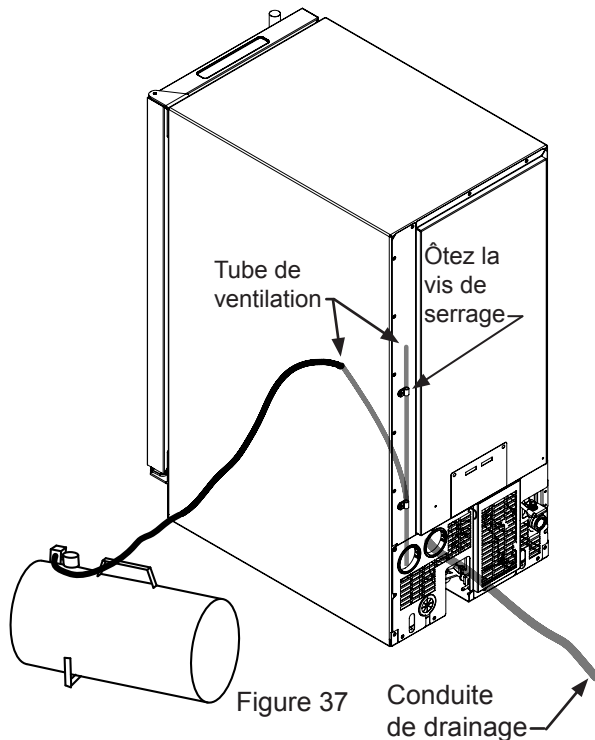

Figure 37
15. Envoyez de l'air sous pression (environ 10 psi) à l'extrémité du tube de ventilation, ce qui va purger le reste de l'eau de la pompe et de la conduite de drainage (Voyez la Figure 37).